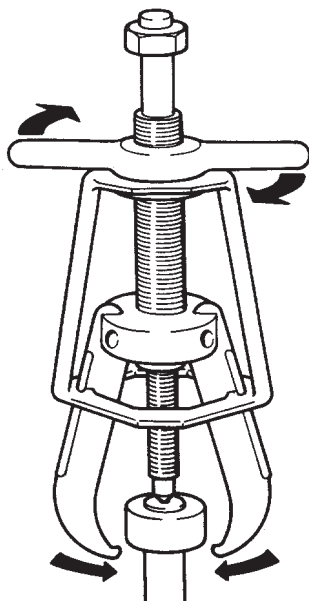

Abbildung 3
5. Drehen Sie den Quergriff im Uhrzeigersinn, um die Klauen am Objekt fest anzuziehen. (Siehe Abbildung 3)
4. Positionieren Sie den Abzieher über dem abzuziehenden Objekt. (Siehe Abbildung 3) Wenn nur der Innenlagerring auf der Welle verbleibt, reinigen Sie die Welle zunächst mit einem Schleiflein und bringen Sie danach die Klauen in der Kugelrille an.